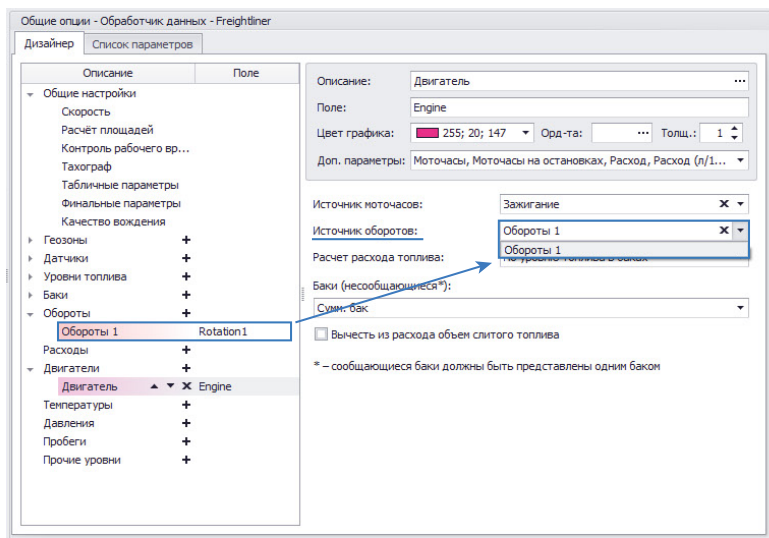

Рис.49. Настройка источника оборотов двигателя.
3. Настройка источника оборотов (Рис.49).